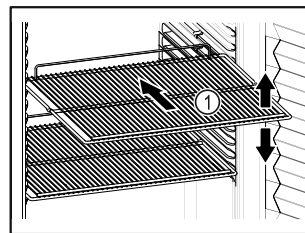

Fig. 60
- Wenn Abstellroste Fig. 60 (1) versetzbar sind, je nach Höhe anpassen.